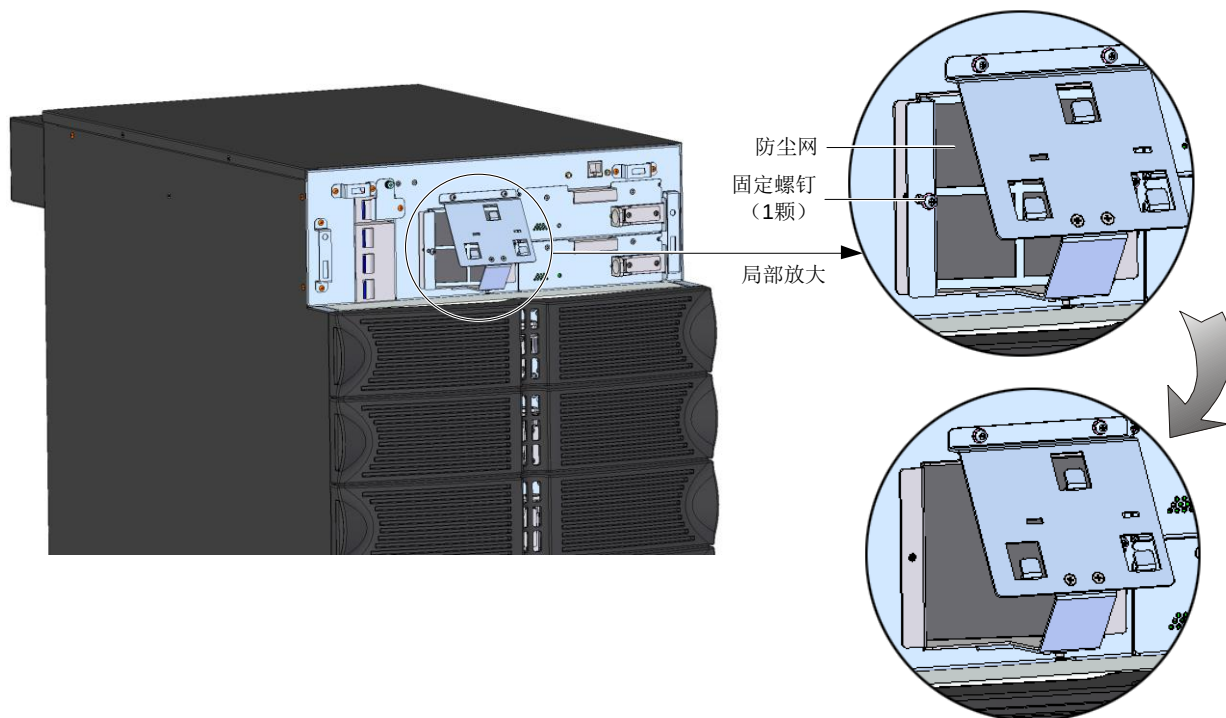

图7-1 拆卸顶部风扇防尘网
3. 拆卸防尘网中间的 1 颗固定螺钉，然后取出防尘网，如图 7-1 所示。